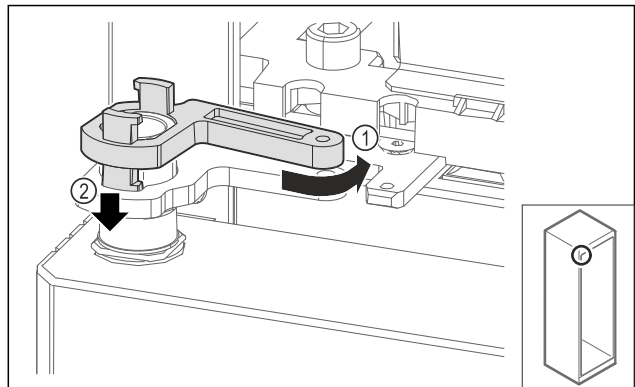

Fig. 67
- Verriegelung Lagerbock leicht zurückdrehen Fig. 67 (1), nach unten drücken Fig. 67 (2) und im Scharnierwinkel verriegeln.